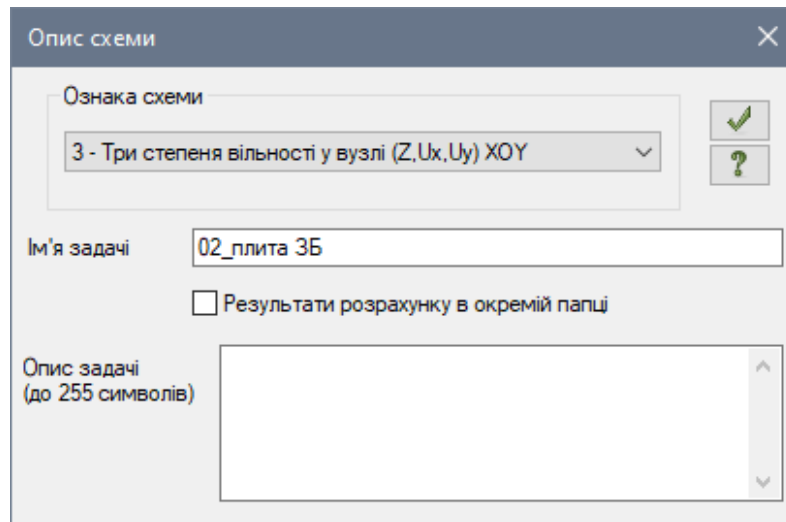

Рис. 2.2. Діалогове вікно Опис схеми
- У діалоговому вікні **Опис схеми** (рис. 2.2) задайте наступні параметри: